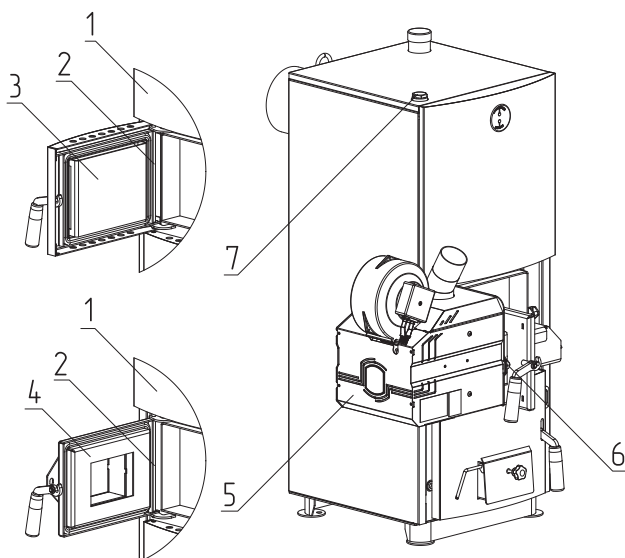

Рис.12 Порядок установки двери на твердотопливные котлы ZOTA Mix 20 и ZOTA Mix 31,5
- Снимите панель (Рис.12, поз.1);
- Извлеките ось (Рис.12, поз.2);
- Снимите дверцу загрузочную (Рис.12, поз.3);
- Установите адаптер горелки (Рис.12, поз.4);
- Зафиксируйте его осью (Рис.12, поз.2);
- Установите на место панель (Рис.12, поз.1);
- Установите горелку (Рис.12, поз.5) на котел;
- Зафиксируйте ее гайками (Рис.12, поз.6);
- Для установки гильзы под датчики температуры и перегрева снимите пробку или тягорегулятор (если установлен) и установите гильзу (Рис.12, поз.7) в освободившееся отверстие.